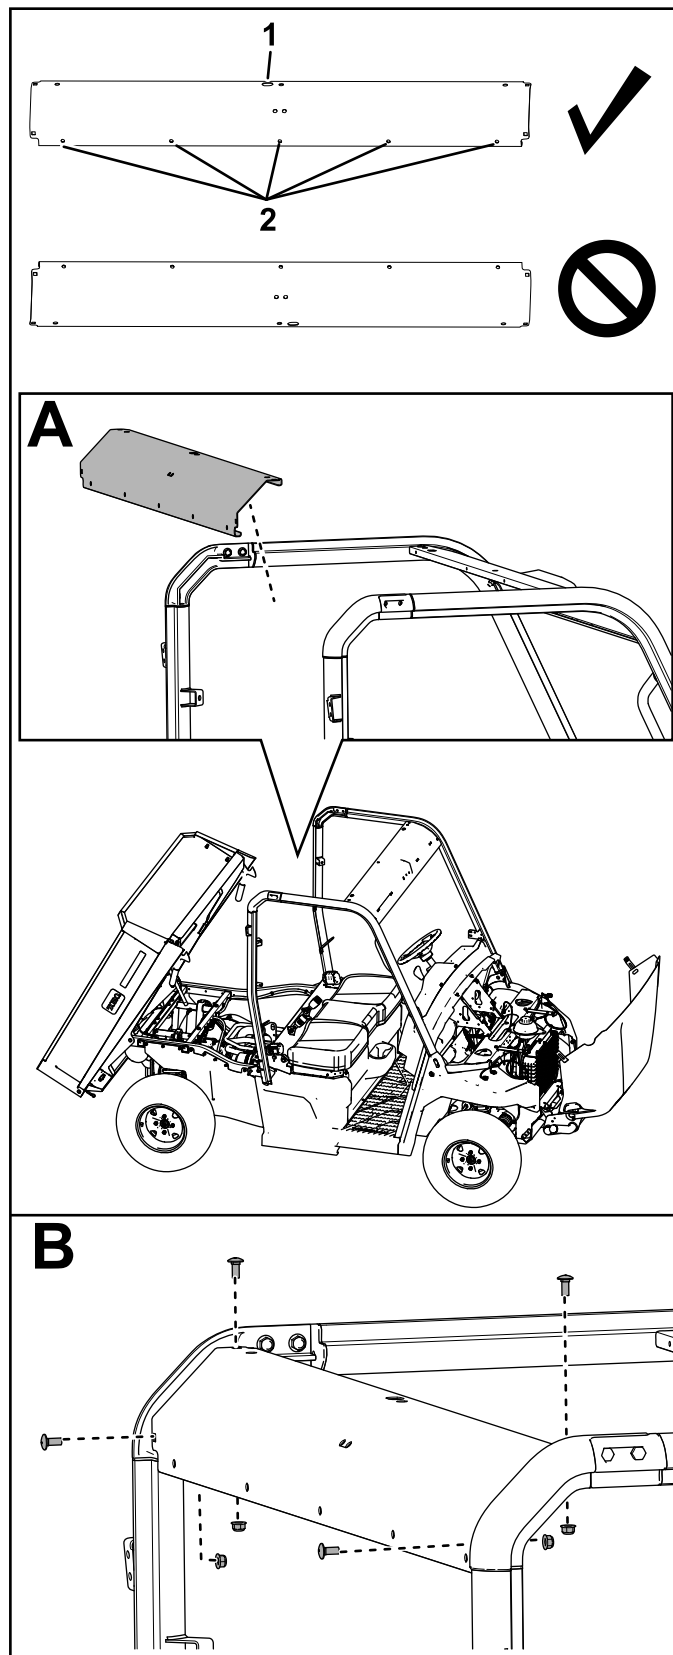

Bild 17
12. Befestigen Sie die hintere Querverbindung mit vier Schlossschrauben (5/16" x 3/4") und vier Sicherungsmuttern (5/16") an den hinteren Überrollbügel, wie in Bild 17 dargestellt.
Achten Sie darauf, dass Sie die Querverbindung wie in Bild 17 dargestellt positionieren.